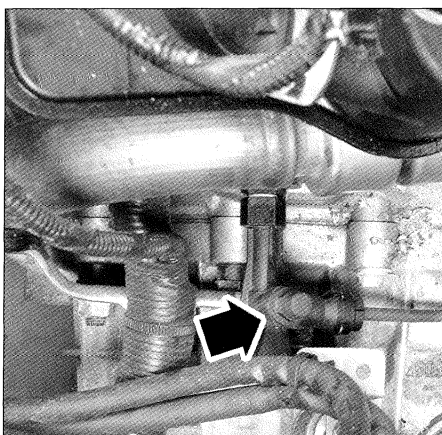

FIG. 5
- Desmontar el capuchón del tornillo de purga en el cilindro receptor (**fig. 5**).